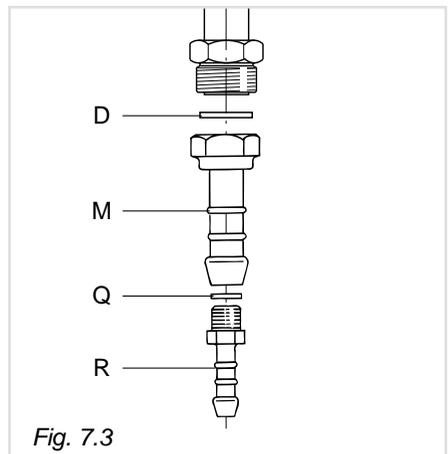

Fig. 7.3
- Montare il raccordo portagomma "M" interponendo la guarnizione di tenuta "D" (fig. 7.3).
- Montare la riduzione "R" con interposta la guarnizione "Q" (fig. 7.3).
Il gruppo di raccordo (fig. 7.3) si compone di:
Per effettuare il collegamento gas è necessario togliere il portagomma "M" (fig. 7.3) ed avvitare direttamente sulla rampa il terminale del tubo metallico interponendo la guarnizione "D" (fig. 7.4).
La guarnizione D e Q (fig. 7.3) sono gli elementi che garantiscono la tenuta della connessione raccordo-rampa.